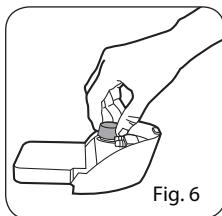

Fig. 6
2. Svitare la chiusura sulla parte alta del contenitore (Fig. 6).
4. Rimettere la chiusura sulla bocca di riempimento del contenitore e avvitarla bene (Fig. 6).